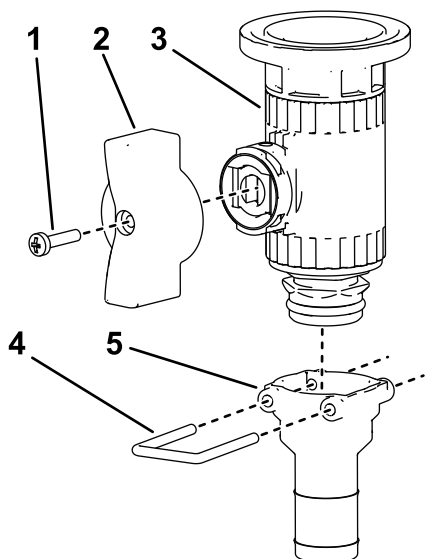

Figura 39
1. Montați mânerul fluture și fitingul drept la supapa de control cu flană (Figura 39).
2. Montați fitingul drept la supapa de control cu flană cu ajutorul opritorului, aa cum se indică în Figura 39.